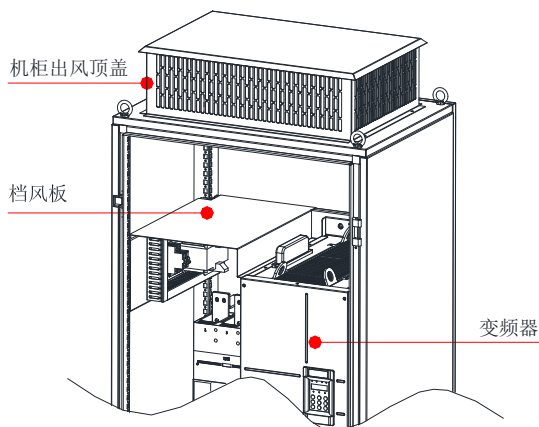

图 3-14 机柜挡风板示意图
如图 3-14 所示，MD480 的散热风道必须在机柜内进行隔离，防止变频器出风口的热风在机柜内循环，做挡风板进行隔离，确保了变频器的散热热风从机柜顶部的散热孔排出。
- 在柜内安装时，请参照机柜布局示意图（如下图 3-14 所示），机柜框架为 2200*800*600（单位 mm，含 H200 机柜通风顶盖），为了确保机柜的安装，必须加上 H100 的机柜底座。要在柜内顶部安装挡风板，防止 MD480E 散热气流在柜内循环，在柜门下部必须开进风通风孔；